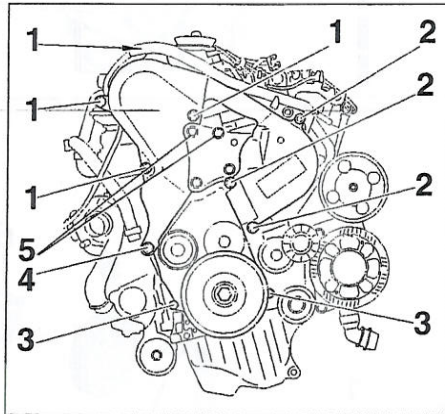

FIGURA 1-9
- los tornillos de fijación del cárter superior trasero y desmontarlo (figura 1-9).
los tornillos de fijación del cárter superior delantero y desmontarlo (figura 1-9).
- los tornillos de fijación del cárter inferior y desmontarlo (figura 1-9).